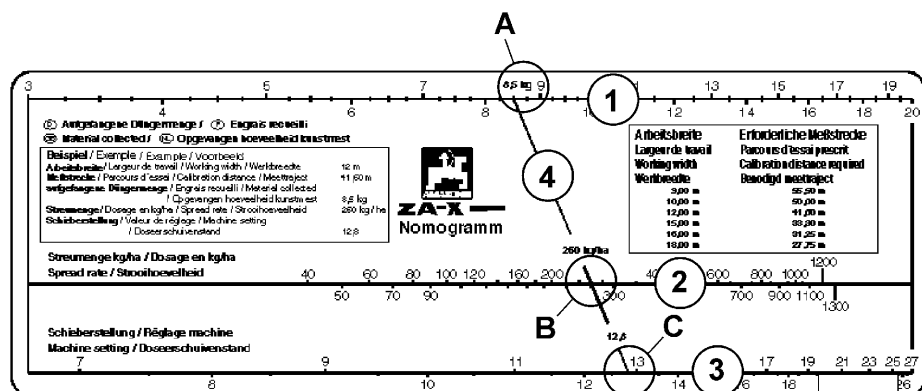

Fig. 31
1. En övre skala (Fig. 31/1) för den uppfångade gödselmängden (mellan 3 och 20 kg) i kontrollbehållaren.
2. En **mittre skala** (Fig. 31/2) för önskad **gödselgiva** i kg/ha (mellan 40 och 1300 kg/ha).
3. En **undre skala** (Fig. 31/3) för **spjäl**-**linställning** mellan skalvärde 7 och 27.